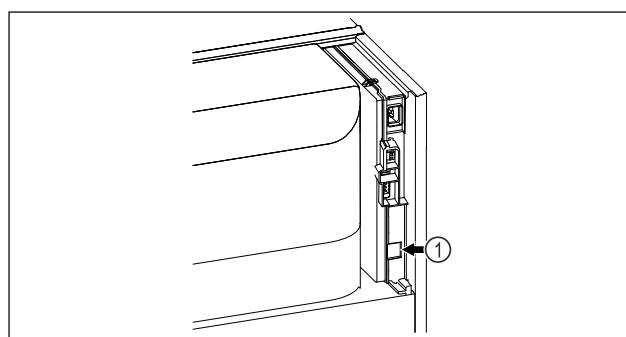

Fig. 139
- SmartModule Fig. 139 (1) este instalat.